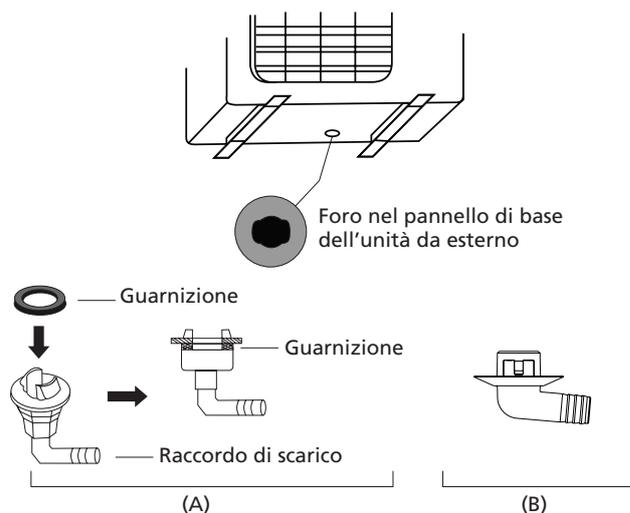

Fig. 5.12
Se il raccordo di scarico viene fornito con una guarnizione in gomma (ved. Fig. 5.12 - A), procedere come indicato di seguito:
4. Collegare una prolunga del tubo flessibile di scarico (non inclusa) al raccordo di scarico per deviare l'acqua proveniente dall'unità durante il funzionamento nella modalità di riscaldamento. Se il raccordo di scarico non viene fornito con una guarnizione in gomma (ved. Fig. 5.12 - B), procedere come indicato di seguito: Inserire il raccordo di scarico nel foro situato nel pannello di base dell'unità. Il raccordo di scarico scatterà in posizione. Collegare una prolunga del tubo flessibile di scarico (non inclusa) al raccordo di scarico per deviare l'acqua proveniente dall'unità durante il funzionamento nella modalità di riscaldamento.